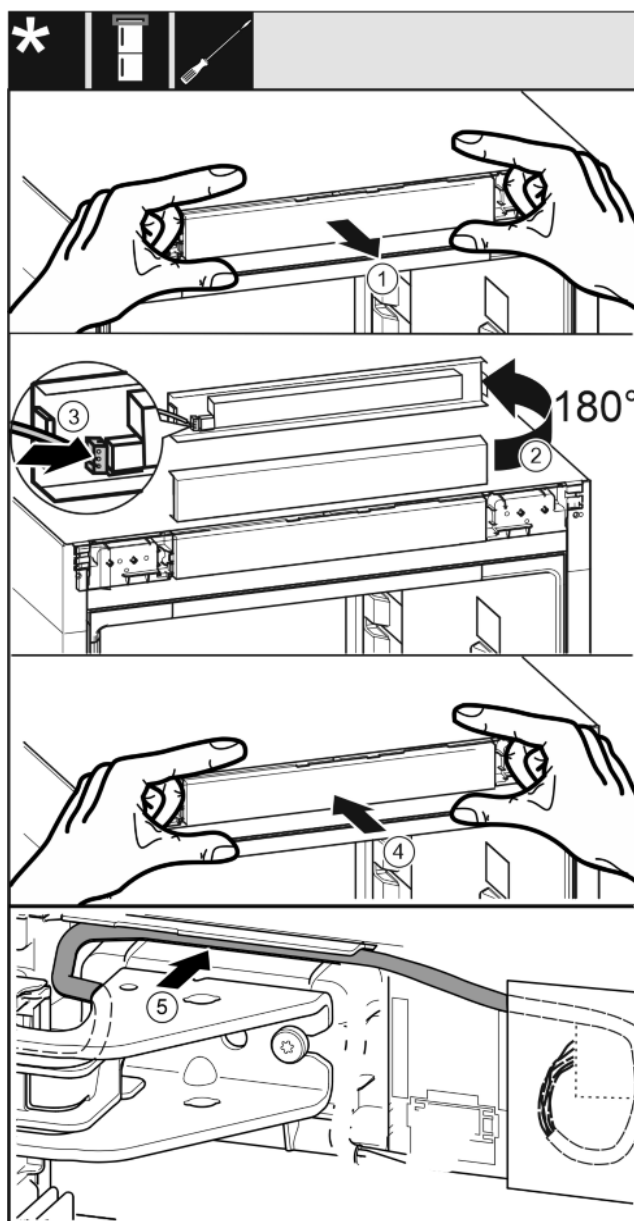

Fig. 34
- Retirer soigneusement le panneau de commande. Fig. 34 (1)
- Tourner le cache de 180° vers le haut. Fig. 34 (2)
- Enclencher la prise dans le cache de commande. Fig. 34 (3)
- Enclencher à nouveau le panneau de commande dans l'appareil. Fig. 34 (4)
- Poser délicatement le câble gris dans le guide au-dessus du support de palier supérieur. Fig. 34 (5)